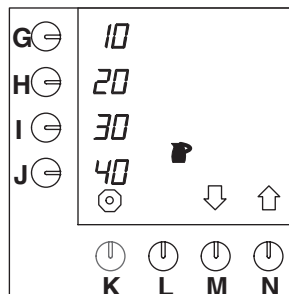

Abb. 37 Ändern der vorprogrammierten Wahl Tasten für Kannen
- Drücken Sie auf die Wahl Taste (N.)↑, bis Abb.37 im Display erscheint.